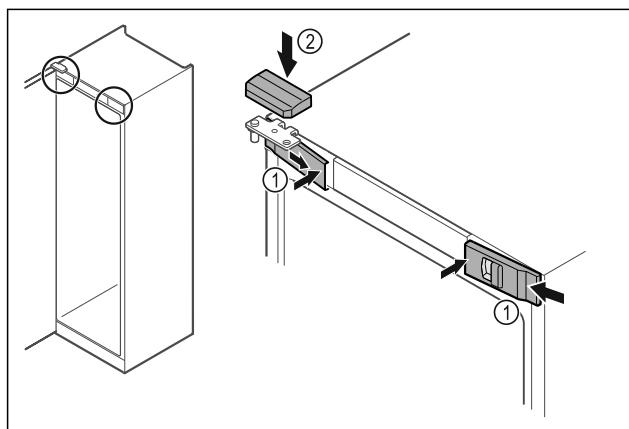

Fig. 52
► Передні кришки Fig. 52 (1) зачепити збоку та зафіксувати всередині.
► Зафіксуйте верхню кришку Fig. 52 (2) зверху.